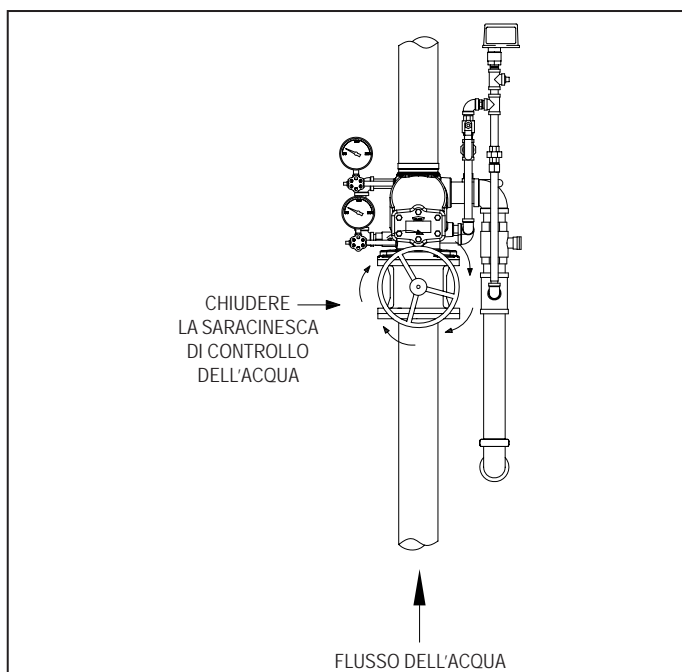

Figura 45
2. Chiudere il flusso dell'acqua alla valvola di controllo principale, mettere il sistema fuori servizio (Figura 45).